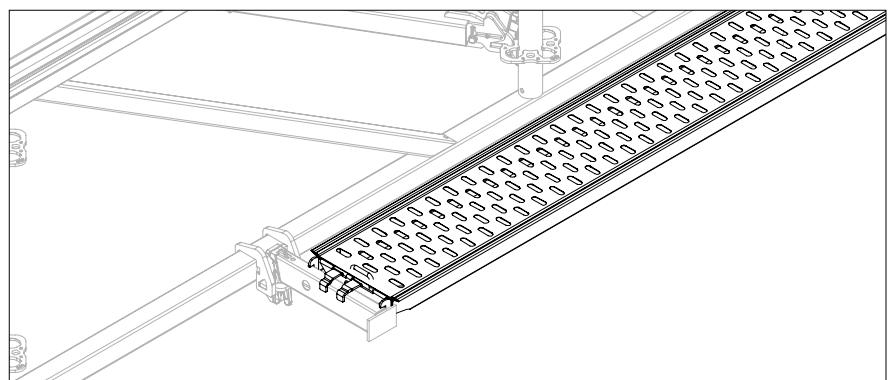

Abb. A11.11
- Stahlbeläge UDG-2 (**58**) montieren. (Abb. A11.11)